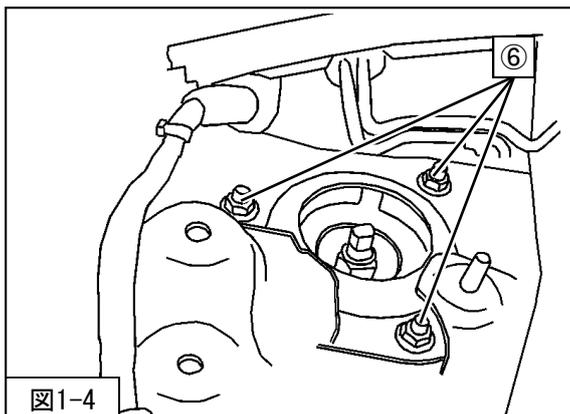

図1-4
5. ⑥フロントサスペンションASSYアッパー取付ナットを取外してください。(図1-4)